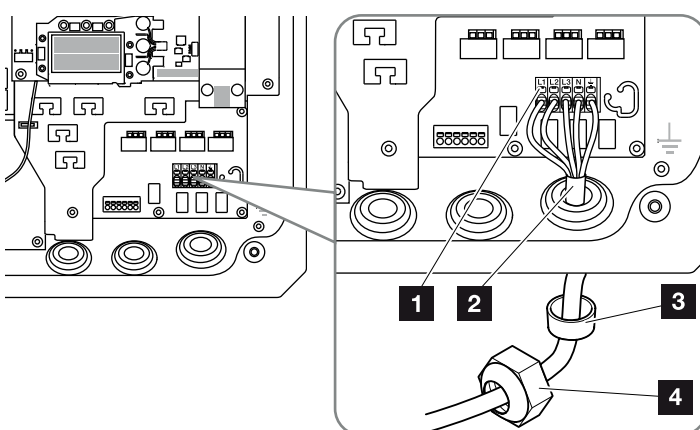

Abb. 31: Netzzuleitung am Wechselrichter anschließen
7. Die Adern der Netzzuleitung entsprechend der Beschriftung an der AC-Anschlussklemme anschließen. **!** **☑** **Abb. 31, Pos. 1**